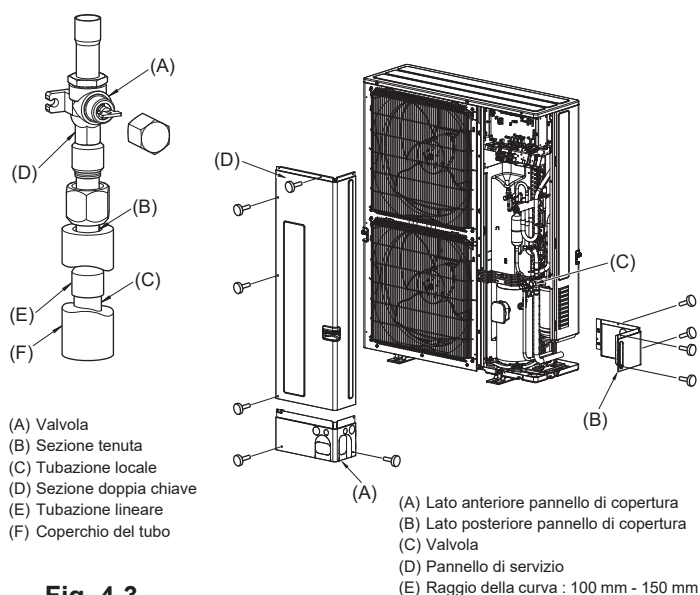

Fig. 4-3
(3) Per il collegamento delle tubazioni lato gas, procedere nel modo seguente. (Fig. 4-3)